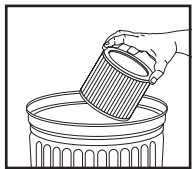

FIGURA 14
20. Para limpiar el filtro de cartucho agítelo o cepíllelo para quitar el exceso de suciedad. **FIGURA 14.**